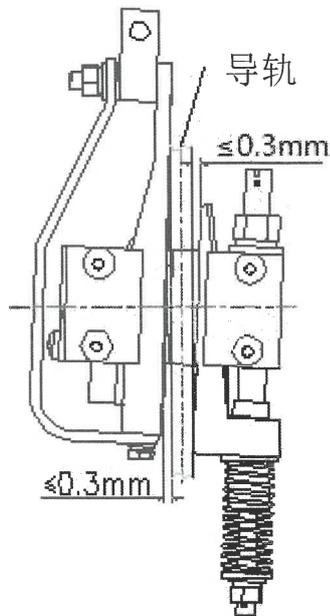

图 4
2.2.4.安全钳楔块工作面与导轨贴合后，楔块两端与导轨侧面的间隙差不应超过 0.3mm(图 4)。